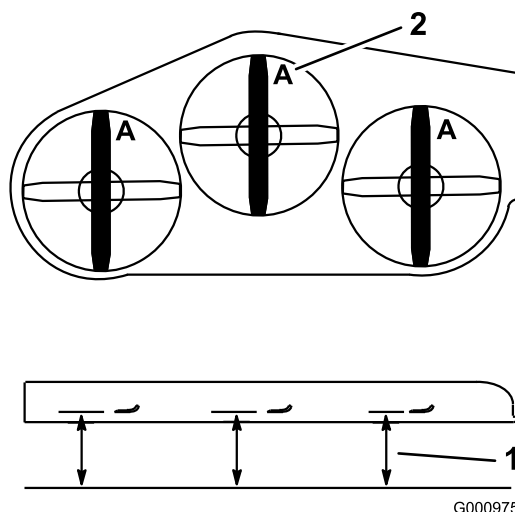

Figura 73
2. Meça desde uma superfície nivelada até à extremidade de corte, posição A, das lâminas (Figura 73).